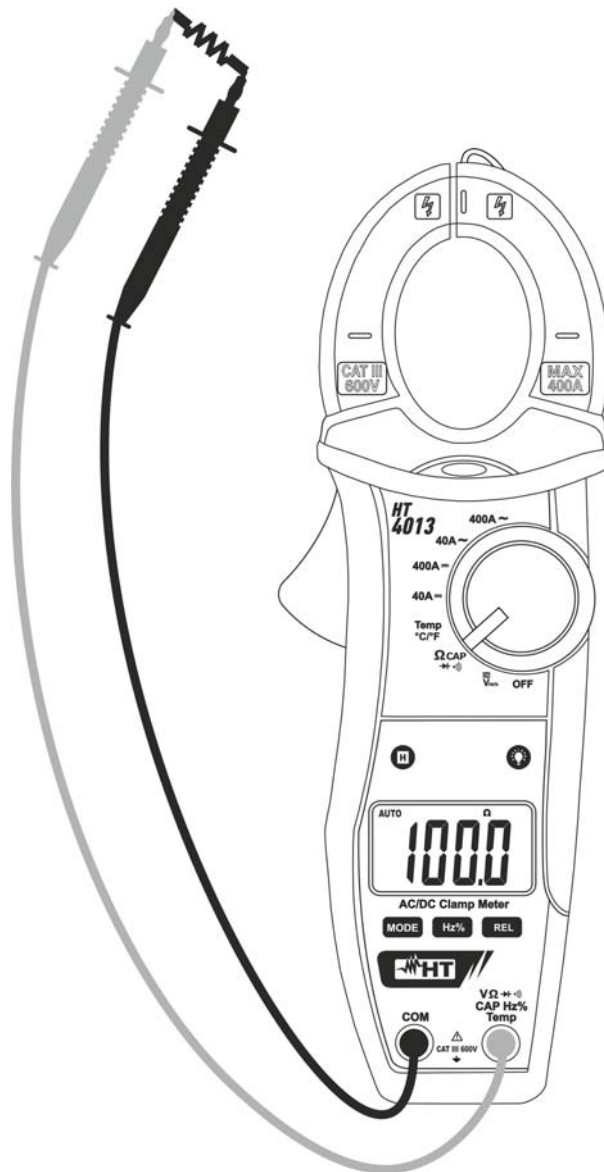

Fig. 6: Uso de la pinza para medida de Resistencia
3. Posicione las puntas de prueba en los puntos deseados del circuito en examen (vea Fig. 6). El valor de la resistencia se mostrará en pantalla